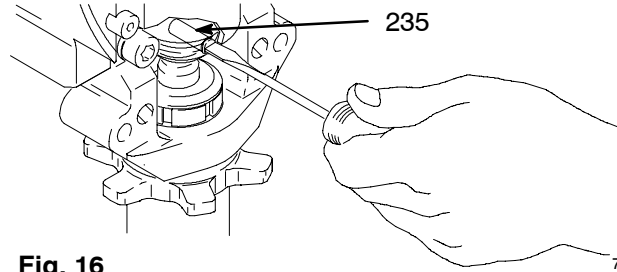

Fig. 16 7675B
5. Fig. 16. Utilice un destornillador para extraer el muelle de retención y el pasador (235).
2. Fig. 16. Introduzca el pasador (235) en el orificio e introduzca el muelle de retención en la ranura hasta que rodee completamente la biela.